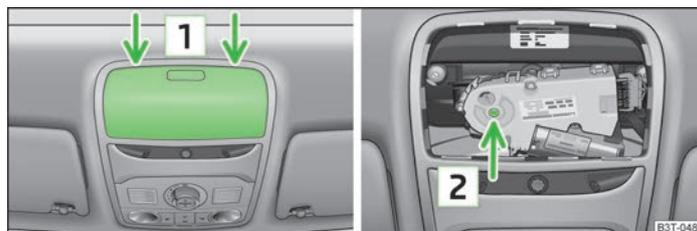

Abb. 29 Ansatzpunkt des Schraubendrehers / Öffnung zum Ansetzen des Schlüssels
- › Einen etwa 5 mm breiten Schraubendreher vorsichtig in den Schlitz an den mit Pfeilen gekennzeichneten Stellen **[1]** » Abb. 29 einsetzen.